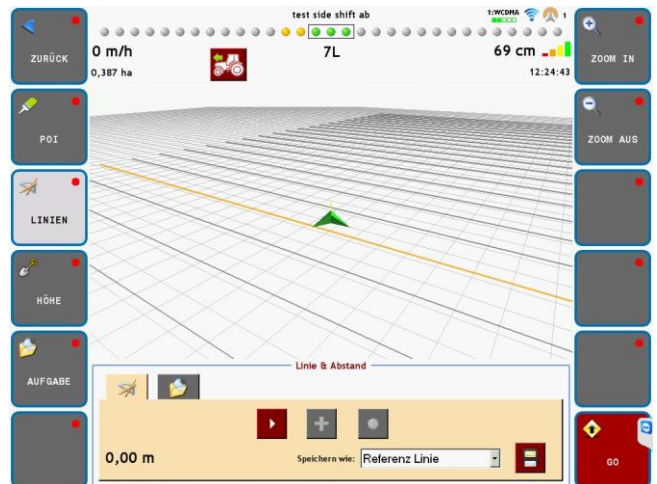

Abbildung 112 Kurven vermessen
1. Wählen Sie nach "Speichern wie", ob Sie als Referenz- oder Navigationslinie speichern wollen (Abbildung 112).